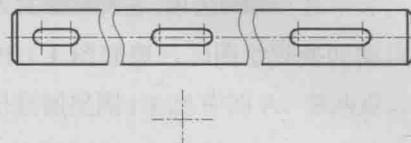

图 1.1.15 绘制中心线
Step1. 绘制图 1.1.15 所示的中心线。
- (1) 将图层切换至“中心线层”。
- (2) 确认状态栏中的 (正交模式) 和 (对象捕捉) 按钮处于激活状态。
- (3) 绘制水平中心线。选择下拉菜单 **绘图①** → **直线②** 命令，完成图 1.1.15 所示的水平中心线的绘制，长度值为 60。
- (4) 绘制垂直中心线。按 Enter 键重复执行直线命令，在命令行中输入命令 FROM 并按 Enter 键，捕捉并选取步骤 (3) 所绘制的水平中心线的左端点为基点，输入直线起点的相对坐标值 (@30, 30) 并按 Enter 键，向下移动鼠标指针，输入数值 60 后按两次 Enter 键。